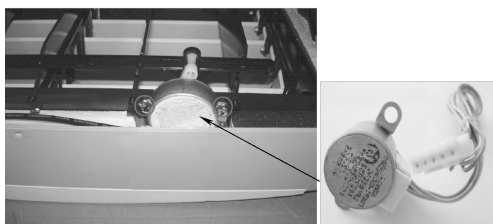

图 5-25 步进电动机的拆卸
4) 拆卸步进电动机。拧下固定步进电动机的螺钉，即可卸下步进电动机。步进电动机的拆卸如图 5-25 所示。